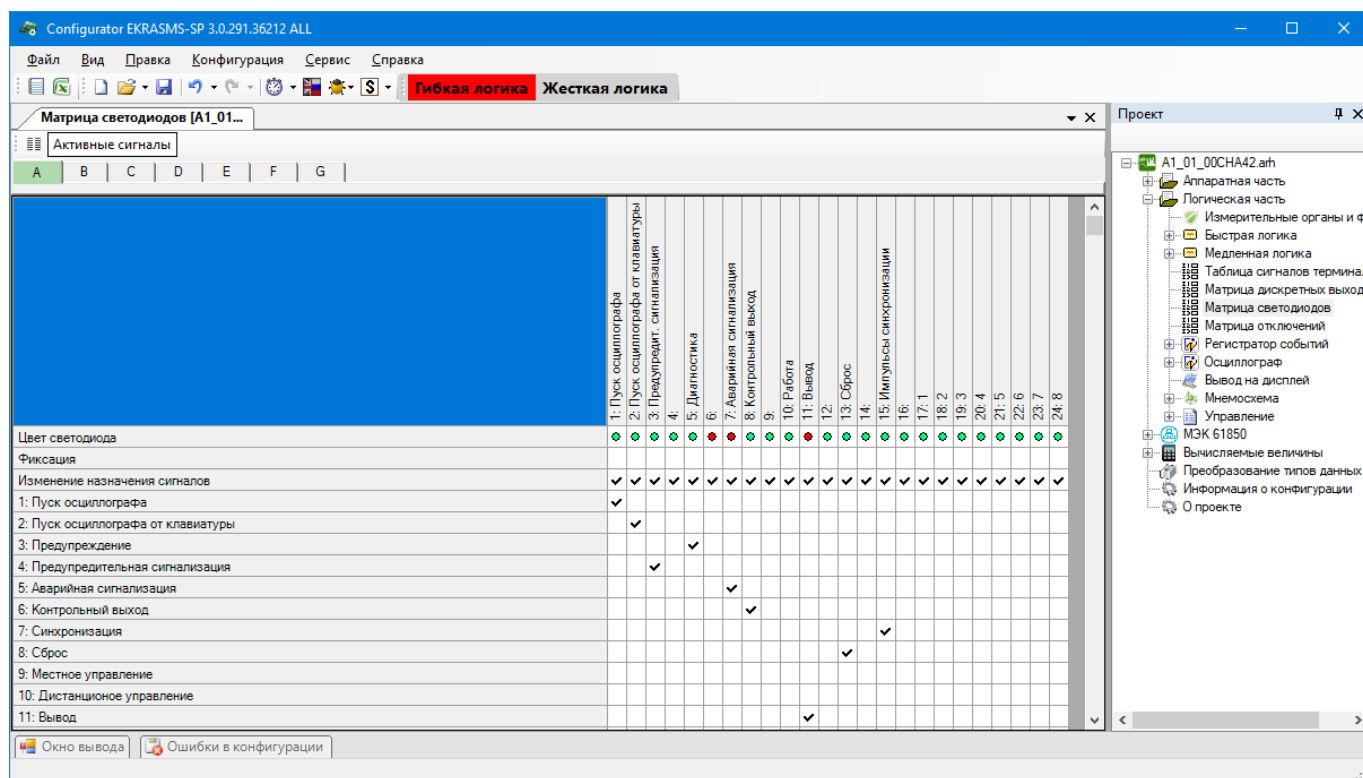

Рисунок 4.111
4.6.5.2.1 Окно **Матрица светодиодов** (см. рисунок 4.111), пункт меню «дерева» проекта **Логическая часть** → **Матрица светодиодов**, предназначено для конфигурации блока индикации терминала.